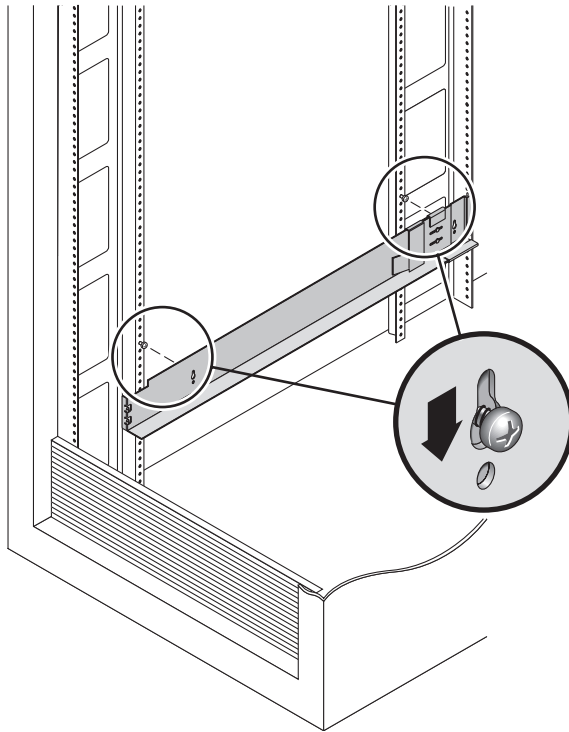

FIGURA 2-4 Montaje de la guía izquierda
6. Anote el número de los taladros donde se introducirán los tornillos que, a su vez, servirán para introducir los taladros con forma de cerradura de la guía (FIGURA 2-4).
7. Cuelgue la guía izquierda alineando las ranuras que tiene en forma de cerradura con los tornillos introducidos en los montantes frontal y posterior, y presione la guía hacia abajo, de forma que cada tornillo quede encajado en la parte superior de la ranura (FIGURA 2-4). Repita la operación con la guía derecha.